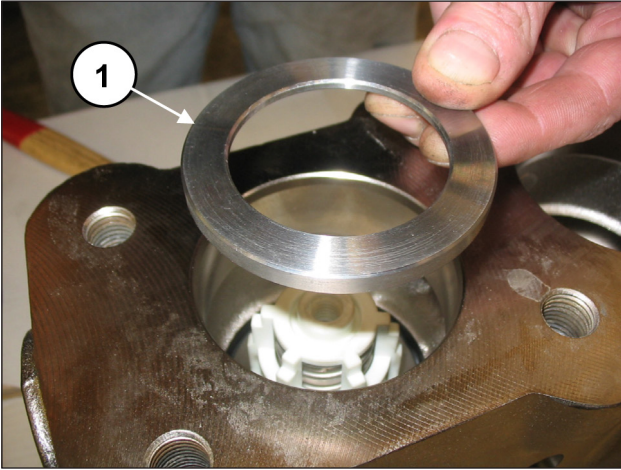
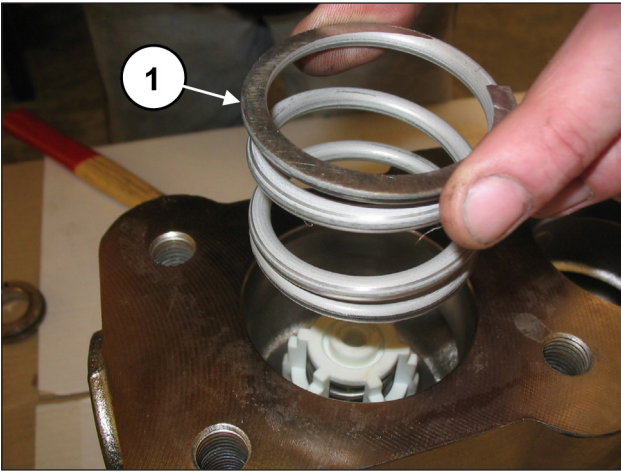

Fig. 129
Fig. 130
Insérer la bague du logement de la soupape (rep. ①, Fig. 129) et le ressort (rep. ①, Fig. 130).